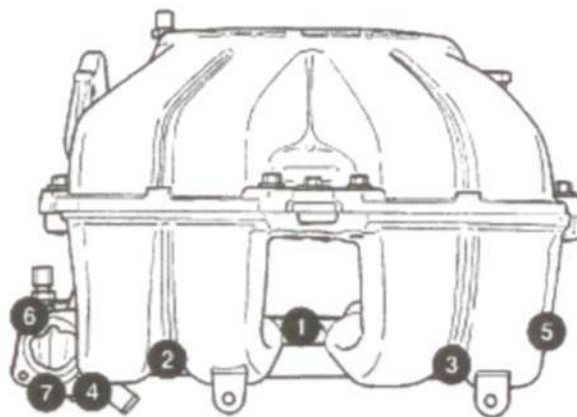

Рис. 99
- (1) Расположить новую прокладку на головку блока и установить нижний коллектор.
- (2) Установить и затянуть винты крепления коллектора моментом 28 Н·м в последовательности, указанной на Рис.99. Повторить операцию для затяжки всех крепежных элементов указанным моментом